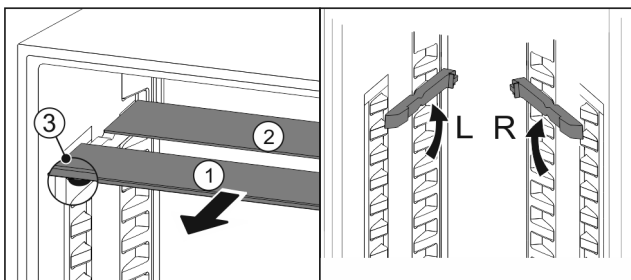

Fig. 62
- ▶ Retire las planchas de cristal individualmente hacia delante Fig. 62 (1).
- ▷ La placa de vidrio Fig. 62 (1) con moldura está situada delante.
- ▷ Los topes Fig. 62 (3) miran hacia abajo.